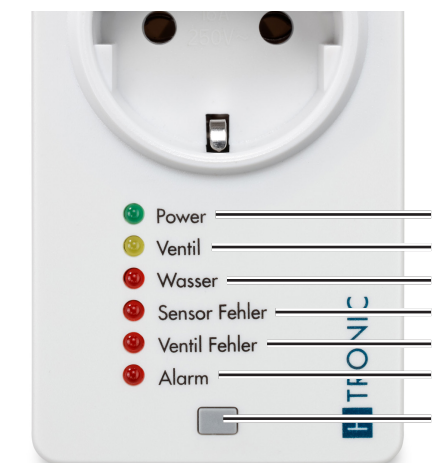

Bild 5 Anzeige des Wasserschutzschalters
- Drücken Sie den Taster am Wasserschutzschalter (Pos. 7, Bild 5).
- Die LED "Ventil" leuchtet auf (Pos. 2, Bild 5).
2. Drücken Sie den Taster (Pos. 7, **Bild 5**).